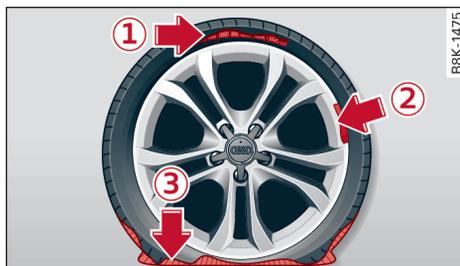

图 277 轮胎：无法修理的轮胎损坏
- 在轮胎割伤或扎伤的直径大于 4 毫米 时 ①
- ⇒ 图 277。
- 在轮辋损坏时 ②。
- 曾在轮胎压力很低或无气的状态下行驶过 ③。